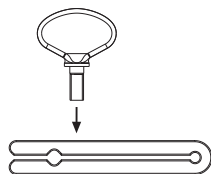

Abb. 18
- Abziehhilfe montieren, siehe Abb. 18.